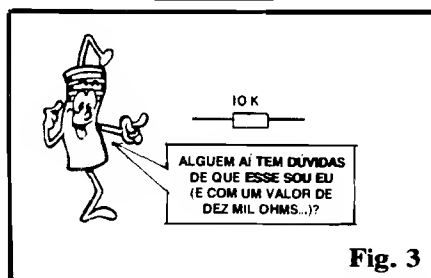

Fig. 3
- Dentro dessa mesma filosofia simplificadora, procurando “enxugar” ainda mais as notações, a própria abreviação da UNIDADE usada para medir a GRANDEZA, pode, simplesmente, ser ignorada! Explicamos: Você está analisando um “esquema”... Em determinado ponto do dito esquema, Você vê o **símbolo**, nítido e claro, de um RESISTOR (aquele retangulinho com os terminais de ligação saindo dos dois lados mais estreitos...). Obviamente “reconhecido” como um RESISTOR, e **sabendo** que a **unidade** de medida do valor dos resistores é o **Ohm** (Ω ou R), **NÃO HÁ A MENOR NECESSIDADE DE SE “DIZER” (OU “ESCREVER”) O SÍMBOLO OU MESMO A ABREVIÇÃO DA UNIDADE**, já que está mais do que claro que a dita cuja é o **Ohm**! Alguém aí ainda tem alguma “dúvida” de que a fig. 3 mostra **UM RESISTOR COM VALOR DE DEZ MIL OHMS...**? Temos certeza de que ninguém interpretaria de outra forma... (Não após 11 “Aulas” do ABC...). Se isso ocorrer, aconselhamos o caro Leitor/“A-